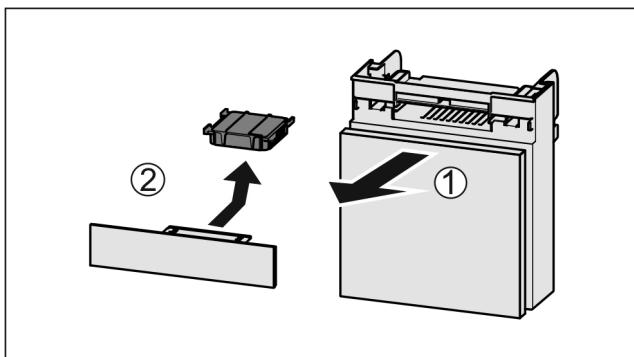

Fig. 69
- Ištraukite Fig. 69 (1) stalčių į priekį.
- Išimkite Fig. 69 (2) aktyviosios anglies filtrą.